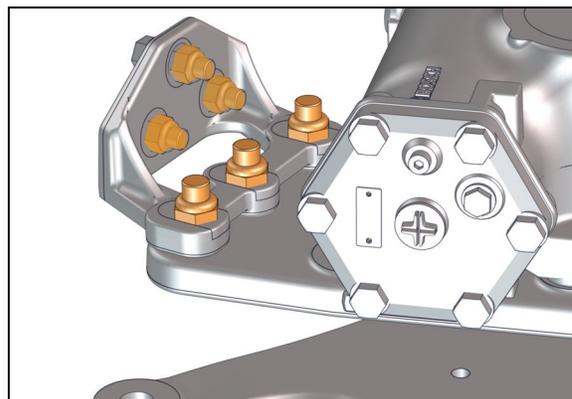

FIGURE 10: SUPPORT LATÉRALE DU SOCLE
13. Dévisser les six (6x) boulons fixant le support latérale du socle (Figure 10). Retirer le support latérale du socle.